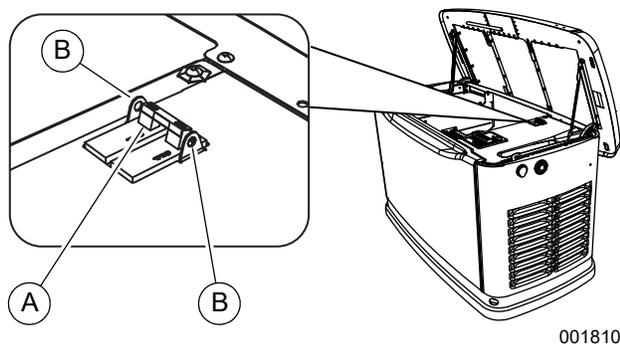

Figure 3-4. MLCB de la génératrice (sectionneur de génératrice)
Voir la **Figure 3-4**. Il s'agit d'un disjoncteur de ligne principale bipolaire (MLCB) (sectionneur de génératrice) (A) coté selon les spécifications appropriées.